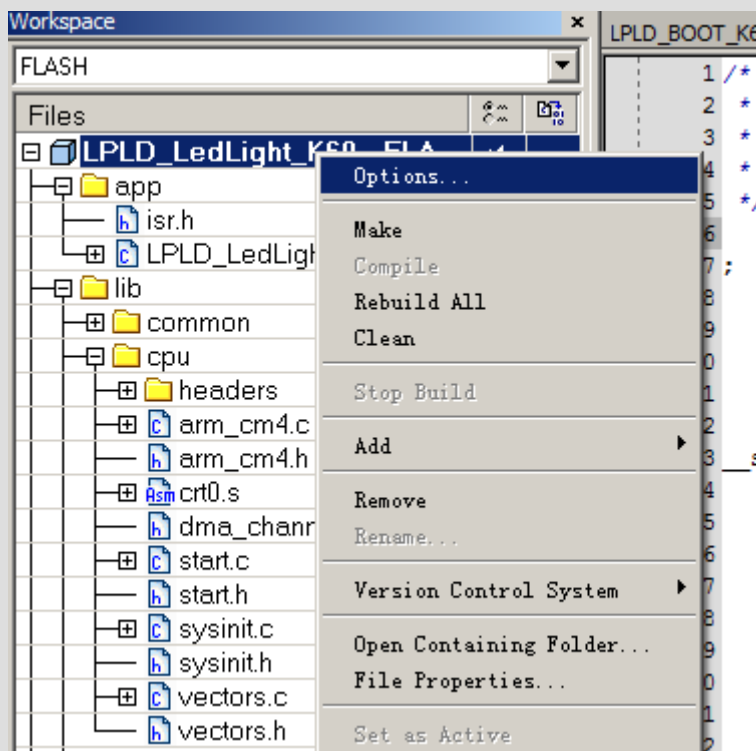

图 6
A) 生成 Bootloader 上位机软件所需的 **bin** 格式程序文件。例如，这里我们打开 K60 底层库中的 LED 例程“LPLD_LedLight”。右键工程名，选择“Option”，如图 6 所示。